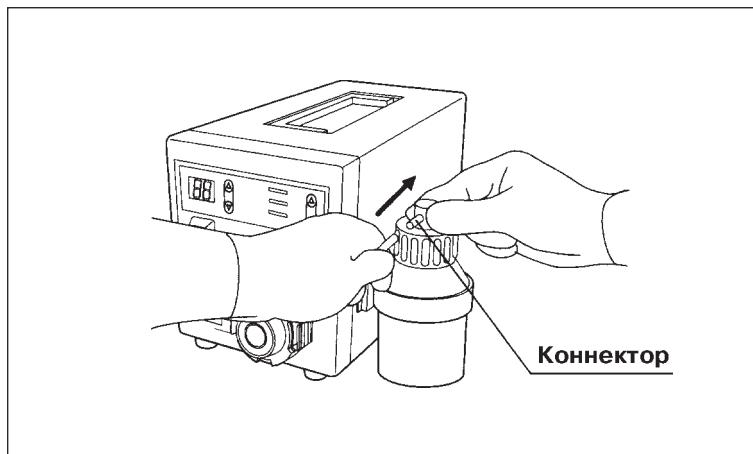

Рис. 3.5
- 5.** Трубку Водяного Насоса наденьте до упора на Коннектор Резервуара для Воды (См. рис. 3.5). При невыполнении данного требования возможно нарушение функции подачи воды.